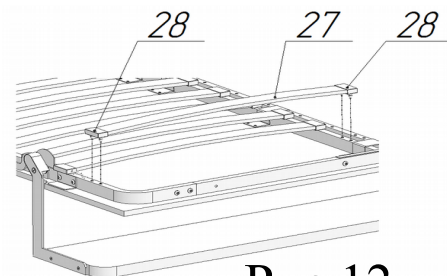

Рис.12
17. Собрать латофлексы поз.27 с латодержателями поз.28 и установить на раму кровати (рис.12). Латодержатели должны входить в отверстия со щелчком.